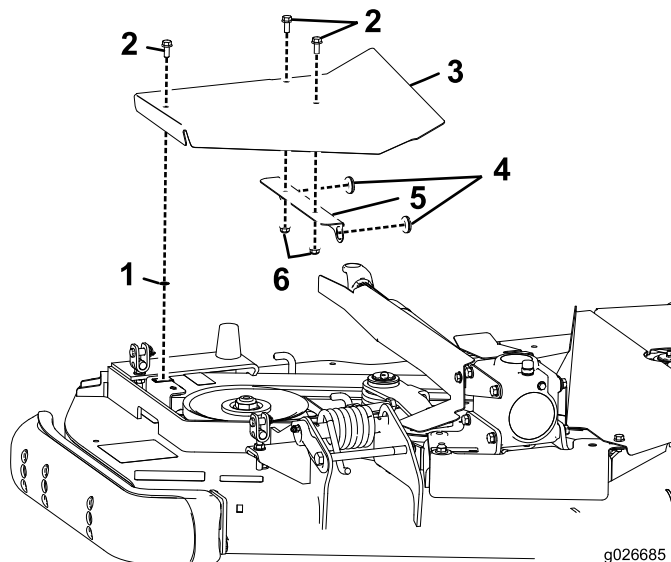

Figura 11
1. Inserite un gommino in ciascuno dei 2 fori nel supporto del coperchio (Figura 11).
2. Montate il supporto del coperchio sul coperchio del piatto destro con 2 vite esagonali flangiate e dadi flangiati (Figura 11).
3. Montate la vite esagonale flangiata e il dado in gabbia sul coperchio (Figura 11).
5. Fissate il coperchio al dado di fissaggio esistente sul piatto con la vite esagonale flangiata precedentemente installata (Figura 11).